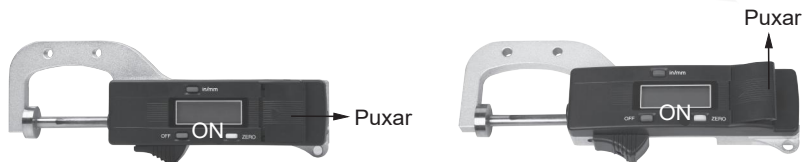

fig.1
1. Remova a tampa da bateria conforme o diagrama a seguir, coloque a bateria (SR44 ou LR44) no compartimento da bateria, com o lado positivo da bateria (+) voltado para fora (fig. 1).